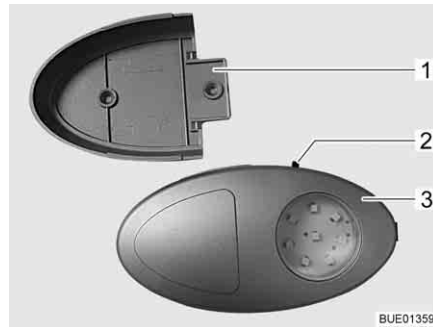

Fig. 57 Éclairage de la penderie
- ▷ Il est possible d'extraire l'éclairage de son support vissé (Fig. 57,1) et de l'utiliser comme lampe de poche.
Le bouton Marche/Arrêt (Fig. 57,2) se trouve directement sur l'éclairage de la penderie (Fig. 57,3).